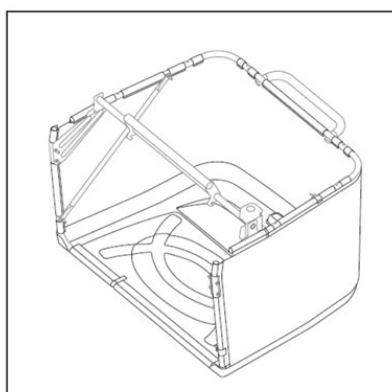

Fig.7K
2. Coloque el conjunto del soporte en la bolsa recolectora de césped (Fig.7K).